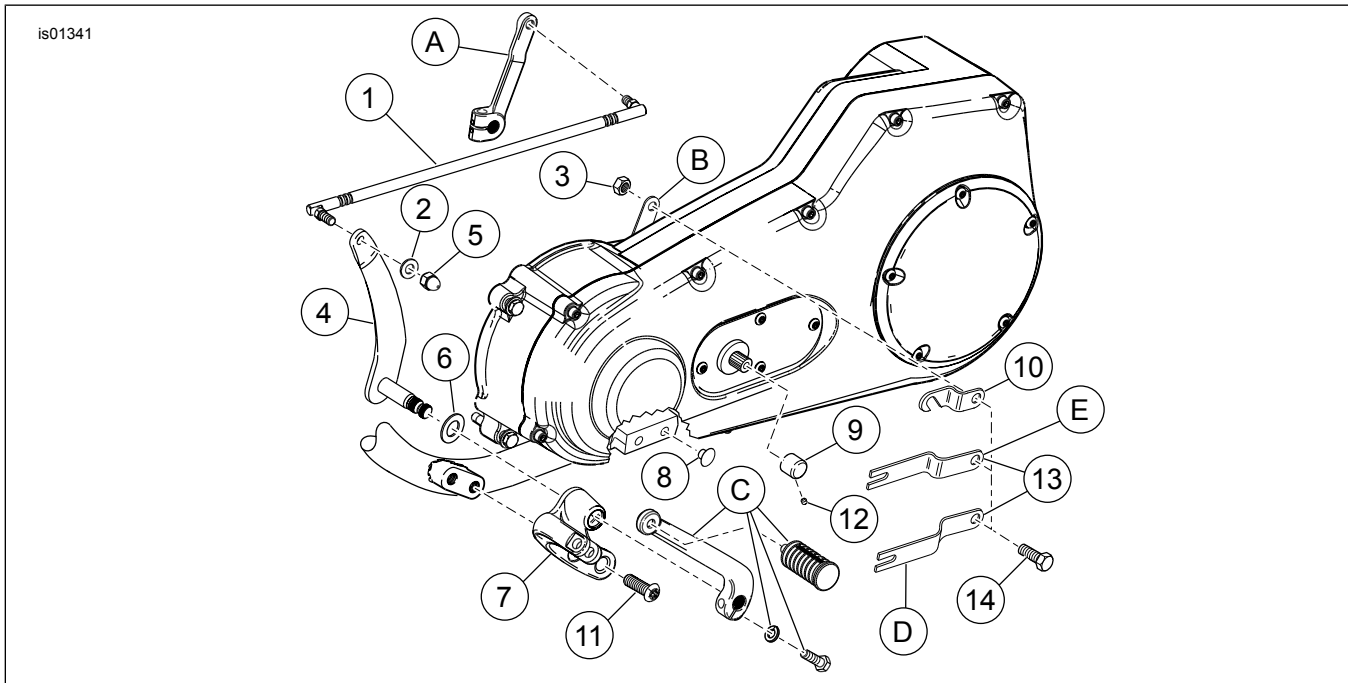
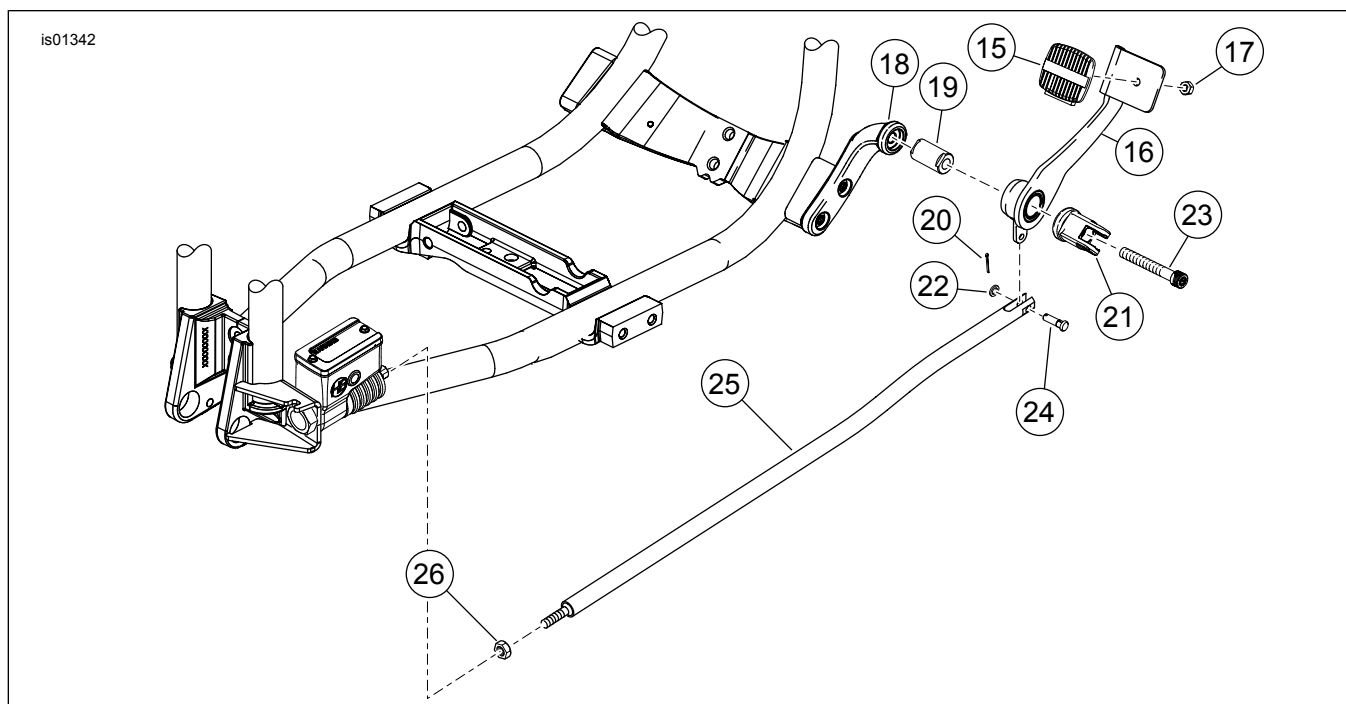

Figure 1. Pièces détachées pour les commandes aux pieds avant FXD (pièces du côté du sélecteur)
Figure 2. Pièces détachées pour les commandes au pied avant FXD (pièces du côté du frein)
Voir Figure 1 et Figure 2. Les supports de montage et les chapes (7, 18 et 21) peuvent aussi être achetés séparément pour monter ce kit de chrome amélioré sur le FXDWG de série.
1. Voir Figure 1. Retirer l'ensemble d'appui-pied conducteur côté gauche. Conserver l'appui-pied et les fixations pour l'installation. Jeter le reste de la visserie.
2. Pousser les bouchons de trou (8) dans les trous de vis sur le cadre, là où l'ensemble d'appui-pied de série était monté.
1. Voir Figure 2. Retirer l'appui-pied droit du côté conducteur. Conserver l'appui-pied et les fixations pour l'installation.
2. Desserrer l'écrou de blocage de tige de frein (26) sur le maître-cylindre de frein arrière.